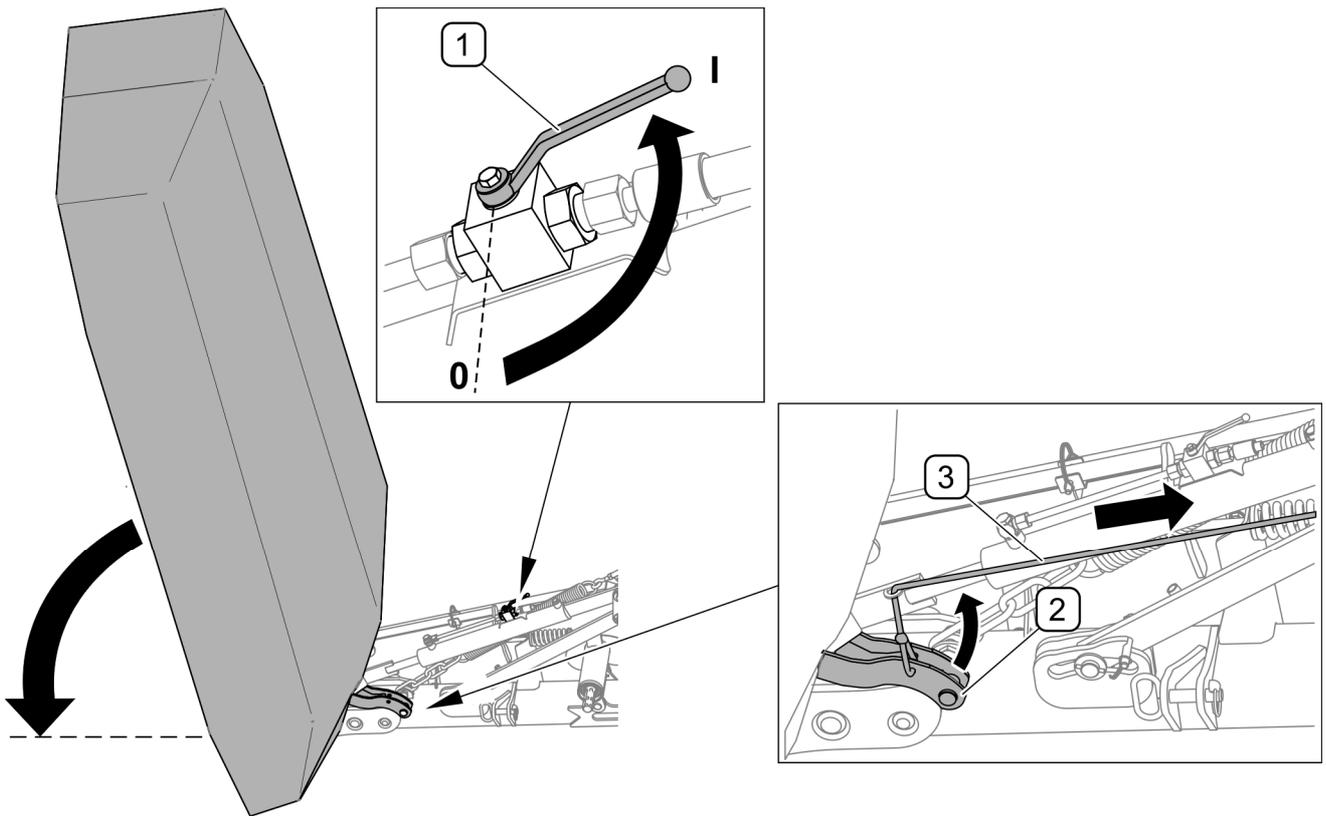

FIGURE 4.8 Réglage de la faucheuse en position de travail
Pour régler la faucheuse en position de travail (FIGURE 4.8) :
- débloquer la vanne (1) de l'actionneur (FIGURE 4.8),
- déverrouiller le loquet (2) en tirant sur le câble (3) et, en contrôlant le circuit hydraulique du tracteur, abaisser le bras support avec l'unité de coupe de manière à ce que la lamie repose librement sur le sol, en commutant le circuit hydraulique du tracteur sur soi-disant " *position flottante* ".